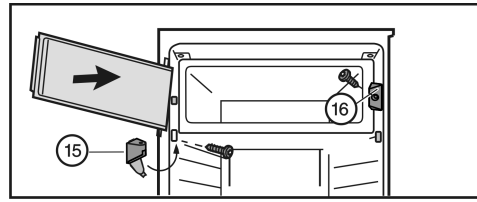

Fig. 8
- ▶ Monte la pieza de cierre Fig. 8 (16).
- ▶ Monte el soporte de cojinete Fig. 8 (15) y cierre la cubierta.